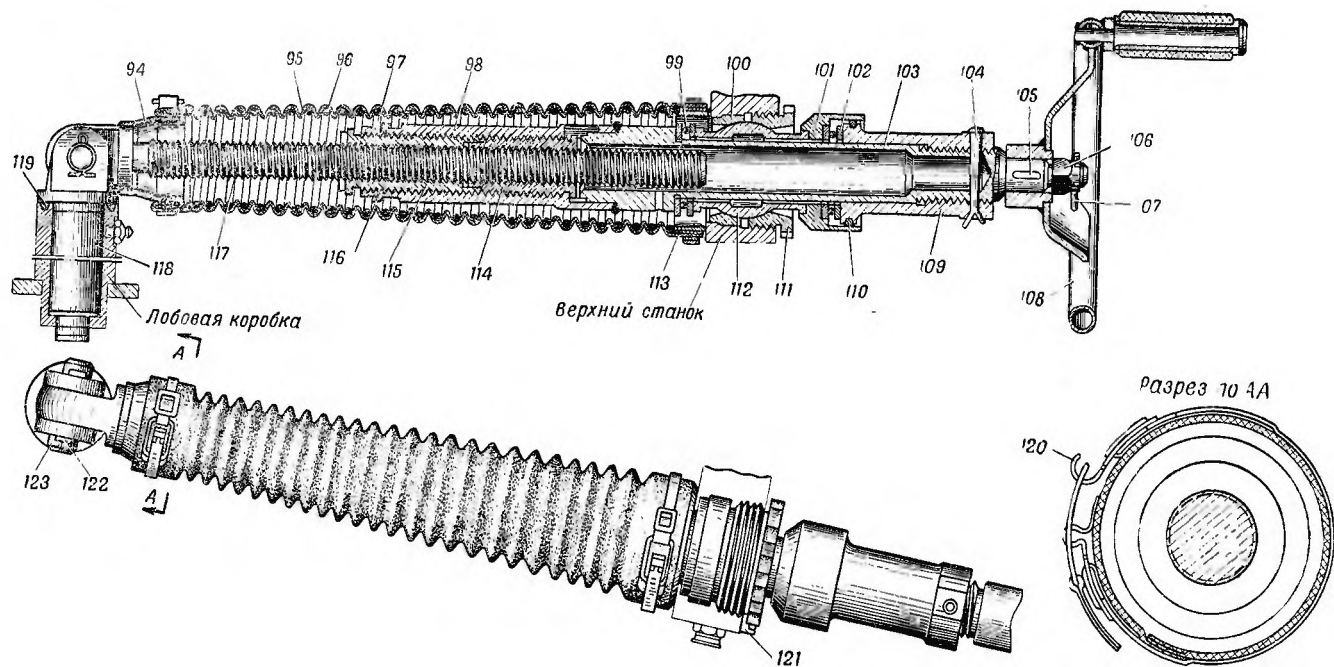

Рис. 43. Поворотный механизм (С622):
Поворотный механизм (рис. 43 и 44) предназначен для наводки пушки в горизонтальной плоскости.
При вращении маховика *108* (рис. 43 и 44) вращается труба *103* и вместе с ней матка *98* с гайками *114* и *115*; при этом в зависимости от направления вращения матка навинчивается на винт *117* или свинчивается с него.
— вынуть шплинт *122* (рис. 43 и 44), вынуть палец *123* и отделить от вилки *118* (если орудие не разбиралось на крупные части) винт *117*;
- навинтить ключом А52830-7 на гайку 115 (рис. 43 и 44) контргайку 97, надеть стопорную шайбу 116 и ввинтить гайку 115 в матку 98 до упора;